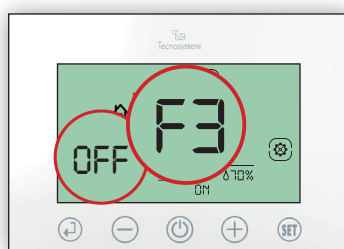

Fig.13
3.1 Verificare il lampeggio di OFF e fascia F3, premere il tasto (+) per impostare ON e confermare con (↩). (Fig.13)